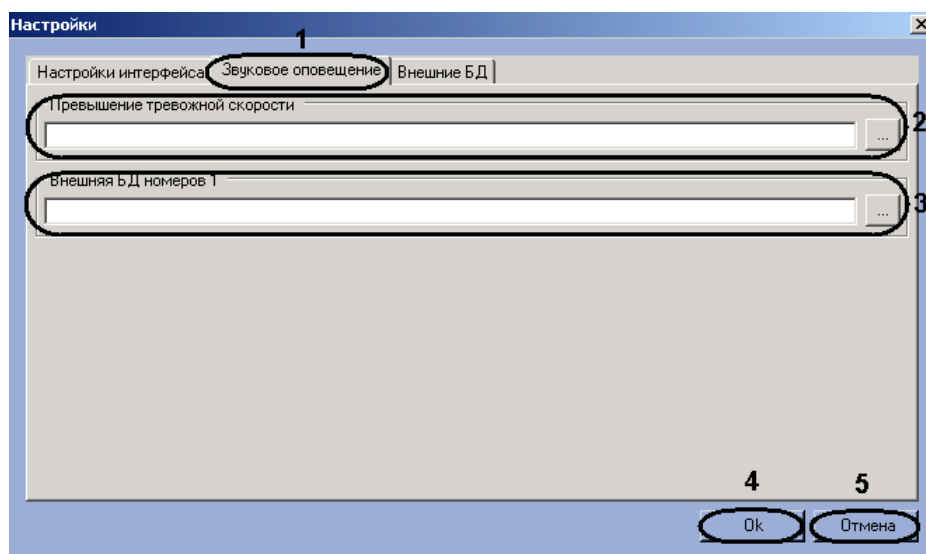

Рис. 7.9—11. Выбор звуковых файлов
4. Для задания звукового оповещения при превышении скорости транспортного средства нажать кнопку «...» справа от поля «Превышение тревожной скорости» (см. Рис. 7.9—11, 2). В открывшемся стандартном диалоговом окне «Открыть» выбрать требуемый звуковой файл, после чего нажать «Открыть». В результате выполнения операции полный путь к файлу отобразится в поле «Превышение тревожной скорости» (см. Рис. 7.9—11, 2).
5. Для задания звукового оповещения при обнаружении распознанного номера во внешней базе данных номеров нажать кнопку «...» справа от поля, соответствующего требуемой базе данных (см. Рис. 7.9—11, 3). В открывшемся стандартном диалоговом окне «Открыть» выбрать требуемый звуковой файл, после чего нажать «Открыть». В результате выполнения операции полный путь к файлу отобразится в соответствующем поле (см. Рис. 7.9—11, 3).